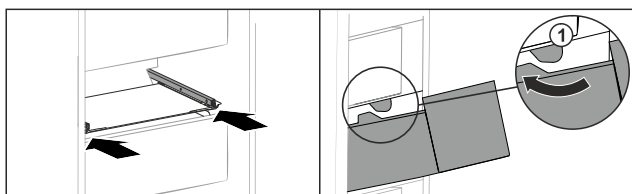

Fig. 218
- Обвести висувний ящик навколо стопора Fig. 218 (1).